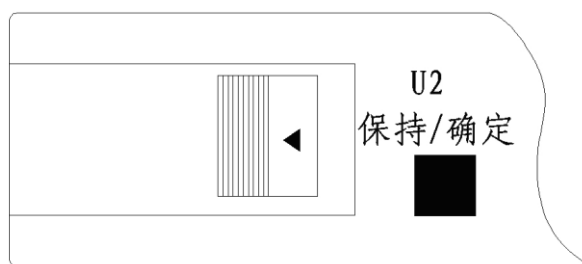

图 G-13
3) 将坡度计原地反向 180 度，再轻压【保持/确定】按钮一次，坡度计液晶显示区右侧小字体显示为“U2”，校零完成，见图 G-13；